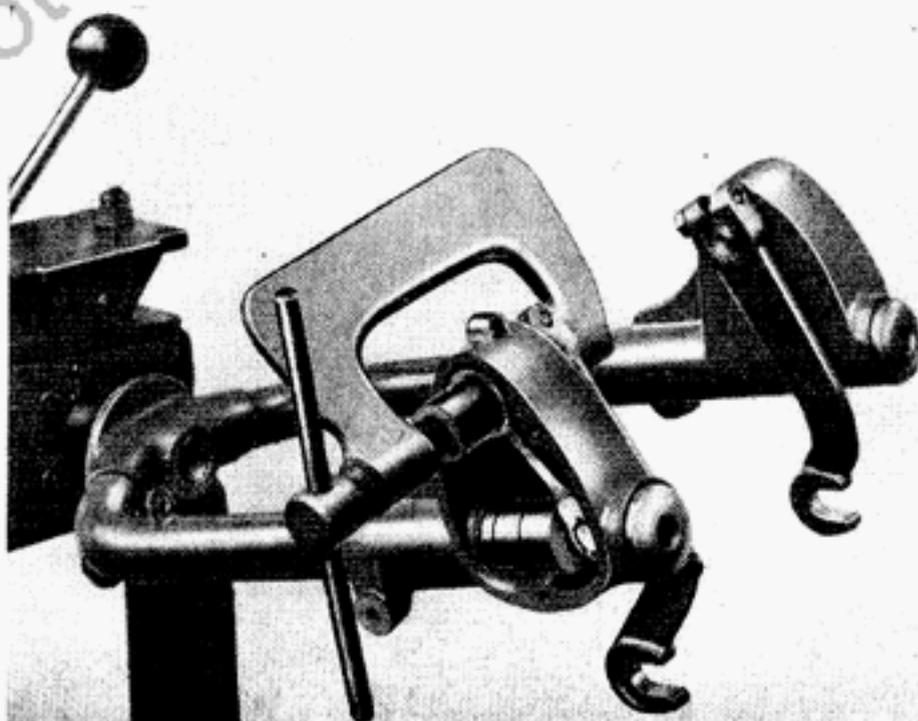

Fig. 64 - Rimontaggio leve esterne porta ruota.
**Se il montaggio della leva sul perno dovesse risultare difficoltosa è opportuno operare con un morsetto a vite (vedi fig. 64); si sconsiglia l'uso di punzoni il cui impiego oltre a non pressare convenientemente la leva la rondella e l'anellino di gomma, danneggerebbe la bronzina alloggiata nella scatola.**